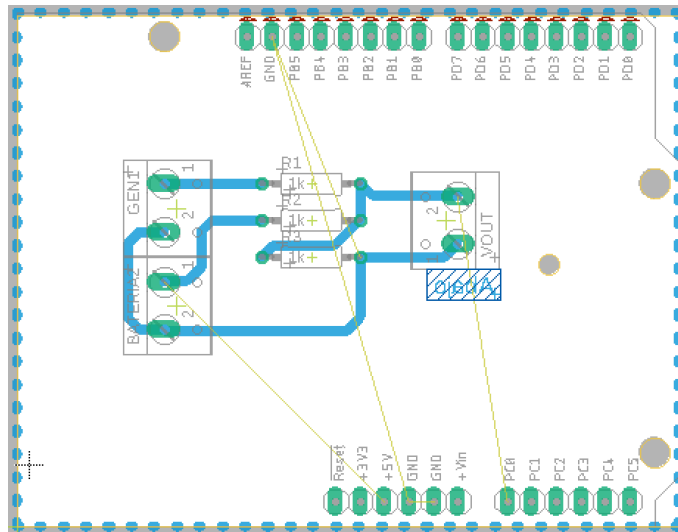

Figura 9: Distribución de los componentes sobre la huella de tarjeta Arduino Uno.
27. Seleccione la herramienta **Move** y agrande el área del cuadro, haciendo clic izquierdo sobre las líneas horizontales y/o verticales de tal manera que los elementos resistencias y conectores quepan dentro de la misma. Una sugerencia de la ubicación de los dispositivos es hacerlo como se muestra en la Figura 9.